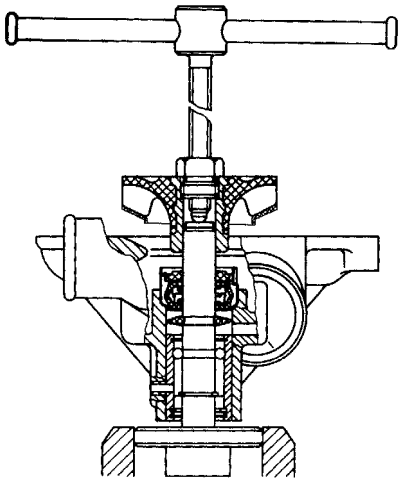

Рисунок 48 – Снятие крыльчатки
- с помощью съемника снять крыльчатку (Рисунок 48);